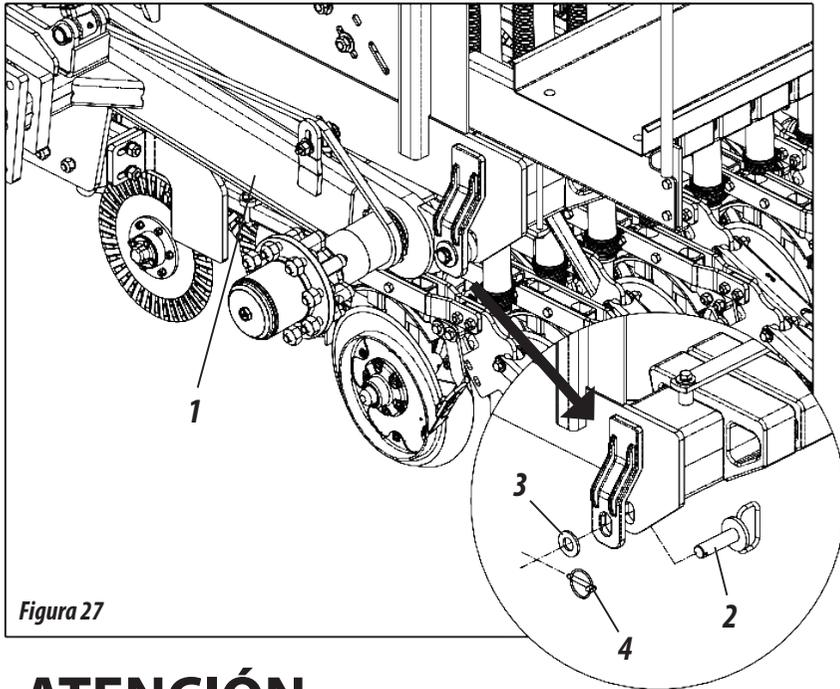

Figura 27
- 2- A continuación, retire el perno de articulación del eje, **comose muestra en la figura 27, página 30.**
- 3- Posteriormente, levante las líneas a través del accionamiento total de la carrera de los cilindros y coloque el pestillo (4) en los vástagos de los cilindros centrales (5) sujetándolos con el perno (6) y pestillo (7).
La no retirada del perno de articulación del eje (figura 27, página 30) antes de levantar las líneas, provocará daños a la sembradora.
SISTEMA DE FIJACIÓN Y ARTICULACIÓN DE LAS RUEDAS (FIGURA 27)